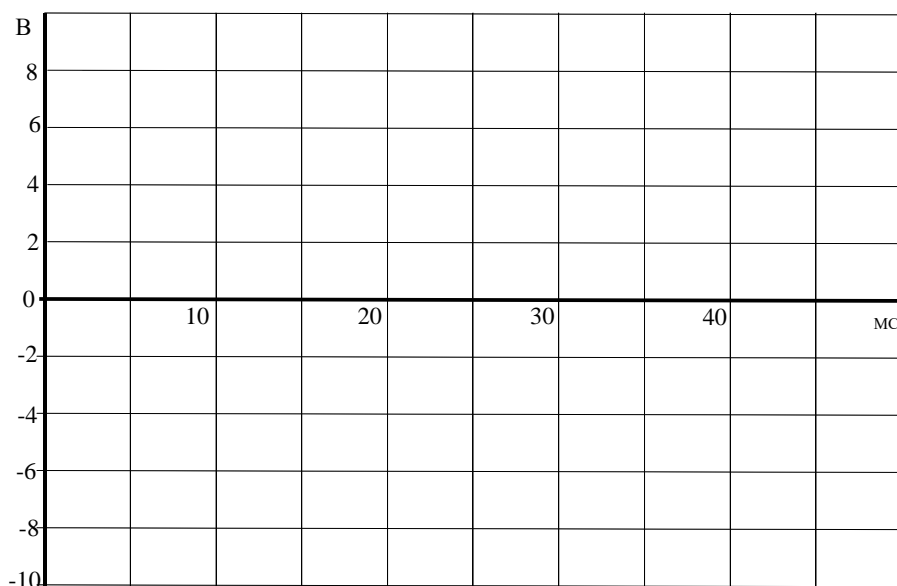

Рисунок 9
3.2. Включите виртуальные приборы V0 и V1 и осциллограф. Подключите два любых входа осциллографа к каналам V0 и V1. Установите развертку 5 мС/дел. Перенесите на график (рис. 9) осциллограммы входного и выходного напряжений.
3.4. Параллельно нагрузочному резистору  $R_H$  подключите сглаживающие конденсаторы  $C$  с емкостями, указанными в таблице 3, повторите измерения и дорисуйте графики выпрямленного напряжения на рис. 9.